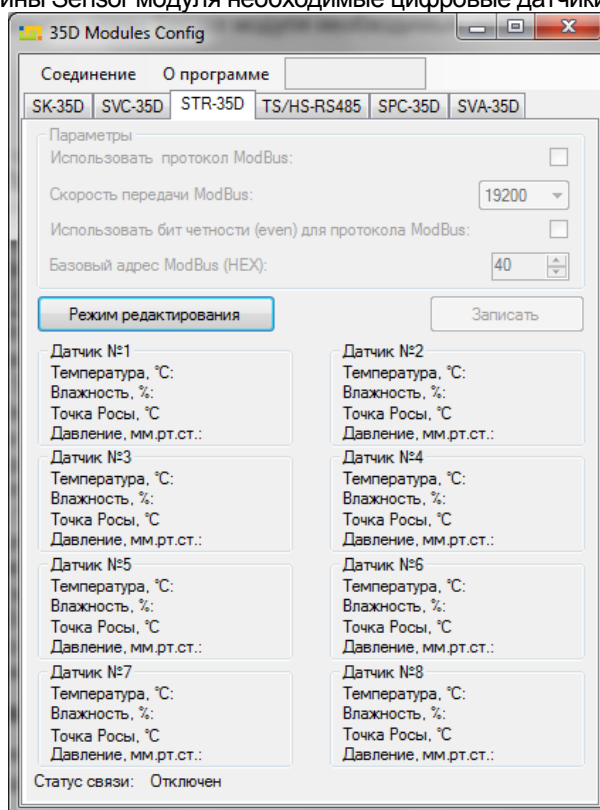

Рисунок 4 – Внешний вид окна ПО 35D_config.exe
- в открывшемся окне (см. рисунок 4) перейдите на вкладку STR-35D;
ВНИМАНИЕ! В течение 3-х секунд после подачи питания на вход, модуль работает по протоколу IM, не зависимо от того, разрешена работа по протоколу ModBus RTU или запрещена (пункт “Использовать протокол ModBus” (см. рисунок 4)).